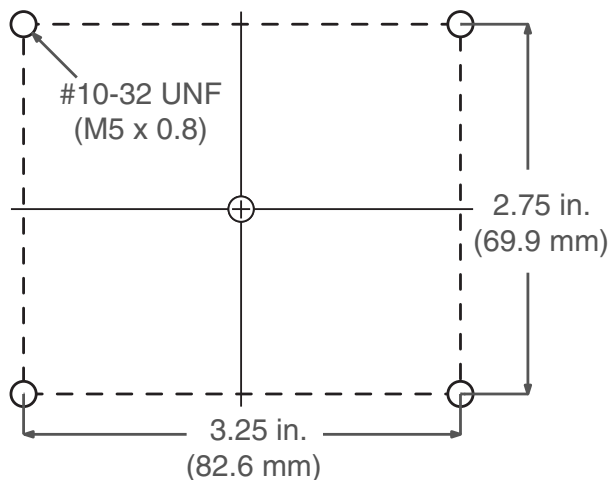

Рис. 37: Отверстия для монтажа CGM
4. Просверлите монтажные отверстия по размерам, указанным на Рис.Рис. 37.